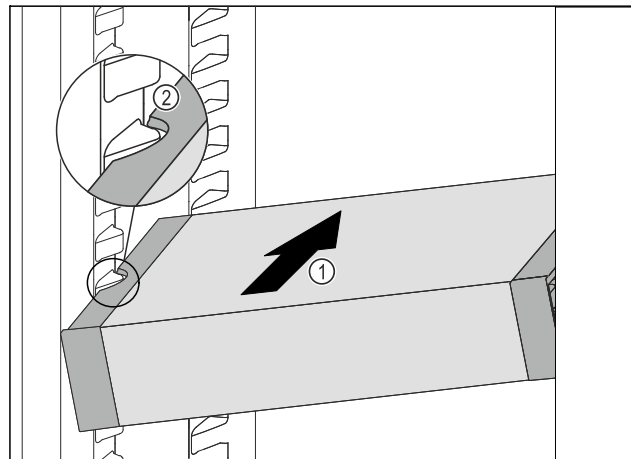

Fig. 99
► Työnnä VarioSafe vinossa asennossa jääkaappiosaan Fig. 99 (1), kunnes VarioSafen sivuilla olevat lovet Fig. 99 (2) ovat jääkaappiosassa olevien kotelokiilojen tasolla.